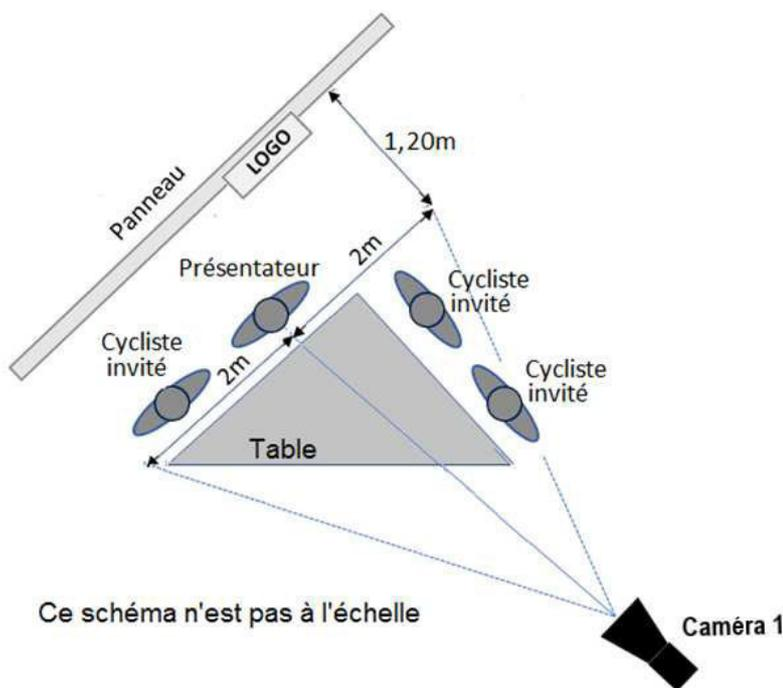

Figure 1
Le schéma d'implantation des caméras est donné sur la figure 1 ci-dessous. La caméra 1 est à 4 mètres du présentateur.
1.6 - Peut-on, avec cette focale extrême cadrer l'ensemble des participants et la table représentés sur la figure 1 ? L'objectif choisi permet-il de répondre aux exigences du réalisateur ?